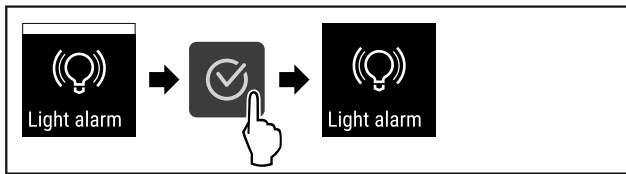

Fig. 90
- ▶ Végezze el a gyakorlati lépéseket (lásd Fig. 90) .